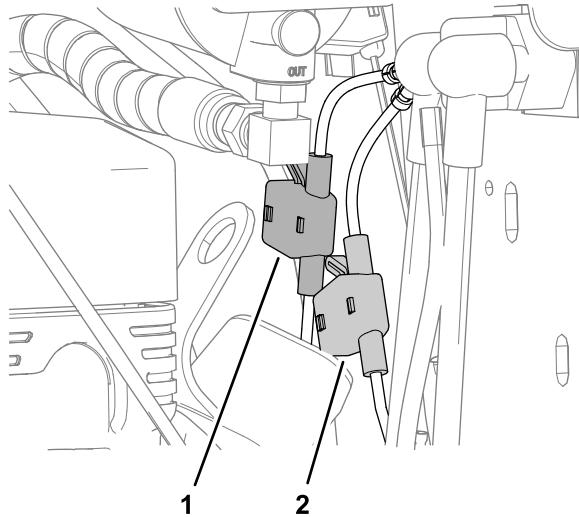

Figure 86
2. Ouvrez le couvercle du porte-fusibles (Figure 85 ou Figure 86).
3. Sortez le fusible de son emplacement dans le porte-fusibles (Figure 85 ou Figure 86).
4. Insérez un fusible du même type dans l'emplacement dans le porte-fusibles (Figure 85 ou Figure 86).
5. Refermez le couvercle du porte-fusibles jusqu'à ce qu'il s'enclenche en place (Figure 85 ou Figure 86).